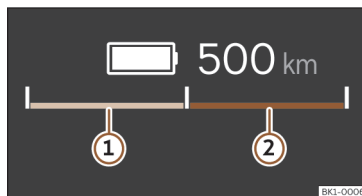

Fig. 3 Powermeter no painel de instrumentos digital. ① Disponibilidade de recuperação. ② Disponibilidade de potência.
- >>> Fig. 3 ① e a disponibilidade de potência
- >>> Fig. 3 ② da tração elétrica.